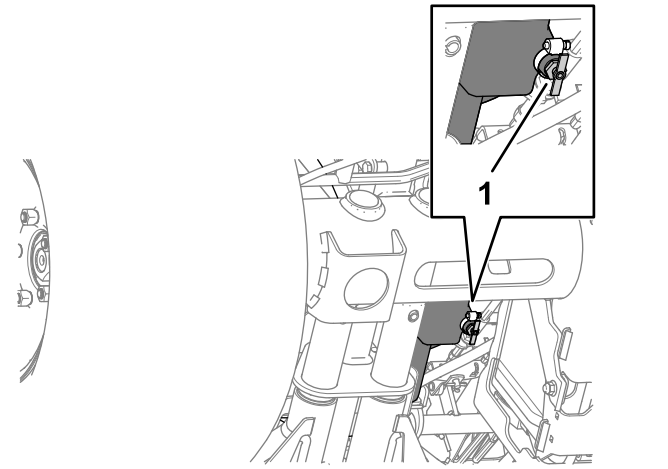

Figura 89
- Coloque un recipiente de vaciado debajo de la válvula de vaciado del depósito de combustible (Figura 89).